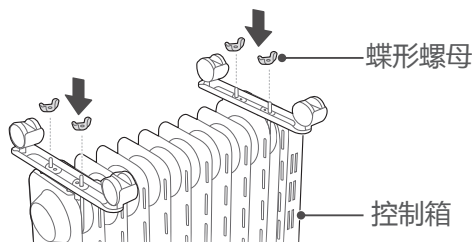

图2
- 3 如图2所示，用四个蝶形螺母分别将两套脚轮组件拧紧。安装牢靠后再将取暖器放正，轮子着地即可。